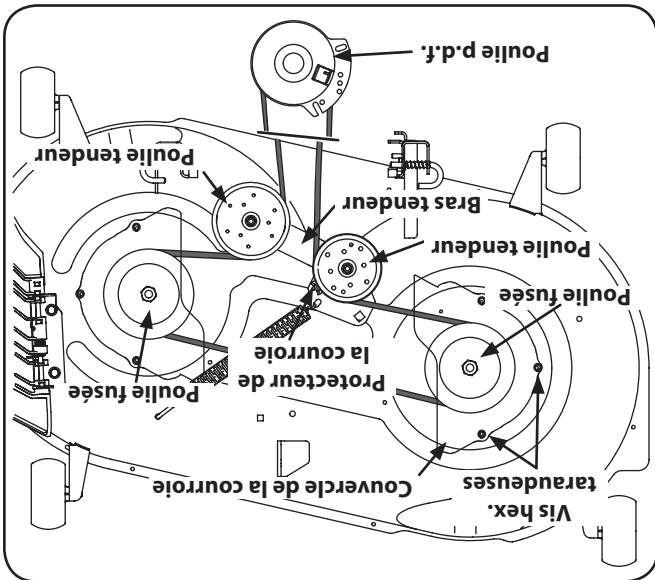

Figure 7-10
2. Enlevez les vis hex. taraudeuses qui maintiennent les carters des courroies en place. Voir la Figure 7-10.